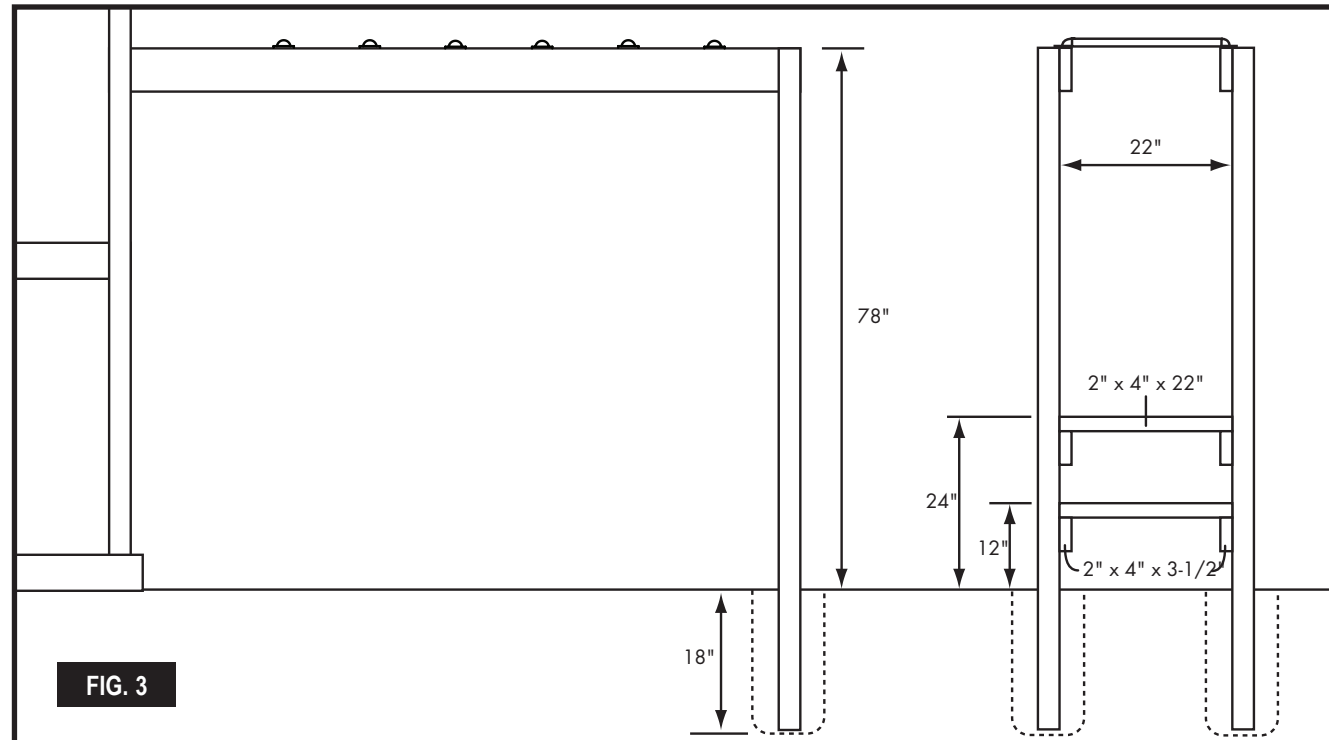

FIG. 3
- Position the 2" x 4" x 22" steps to the inside of the 4" x 4" posts as indicated in (Fig. 3). Mark the bottom of each step location on the 4" x 4" posts. Attach a 2" x 4" x 3-1/2" step support to the posts at each marked location using four 2-1/2" screws per support. Place 2" x 4" x 22" steps on top of supports and secure using two 2-1/2" screws per joint.
- With the help of others, position the finished assembly to the unit (Fig. 3). Determine post locations. remove assembly and dig two 18" deep holes at the previously determined spots. Reposition assembly to unit placing posts in the holes.
- Posicione los peldaños de 2" x 4" x 22" en la parte de adentro de los postes de 4" x 4" como se indica en (Fig. 3). Marque la parte de abajo de cada peldaño en los postes de 4" x 4". Junte un sostén de peldaño de 2" x 4" x 3-1/2" a los postes en cada ubicación marcada usando cuatro tornillos de 2-1/2" por sostén. Ponga los peldaños de 2" x 4" x 22" encima de los sostenes y asegúrelos usando dos tornillos de 2-1/2" por unión.
- Con la ayuda de otros, posicione el ensamblaje terminado a la unidad (Fig. 3). Determine el lugar donde van a estar los postes verticales, quite el ensamblaje y cave dos huecos de 18" de profundidad en los lugares que se determinaron anteriormente. Vuelva a poner el ensamblaje a la unidad poniendo los postes dentro de los huecos.
- Placer les marches de 2 po x 4 po x 22 po à l'intérieur des montants de 4 po x 4 po comme l'indique la (Fig. 3). Faire une marque sous chaque marche sur les montants de 4 po x 4 po. Fixer un support de marche de 2 po x 4 po x 3 1/2 po sur les montants de 4 po x 4 po à chacun des repères en utilisant quatre vis de 2-1/2 po par support. Placer les marches de 2 po x 4 po x 22 po sur les supports et les fixer en utilisant deux vis de 2-1/2 po par joint d'assemblage.
- Avec l'aide d'autres personnes, placer la structure finale sur l'unité (Fig. 3). Déterminer l'emplacement des montants, enlever la structure constituée des barres de suspension et creuser des trous de 18 po de profondeur aux endroits déterminés. Remplacer la structure sur l'unité en plaçant les montants dans les trous.